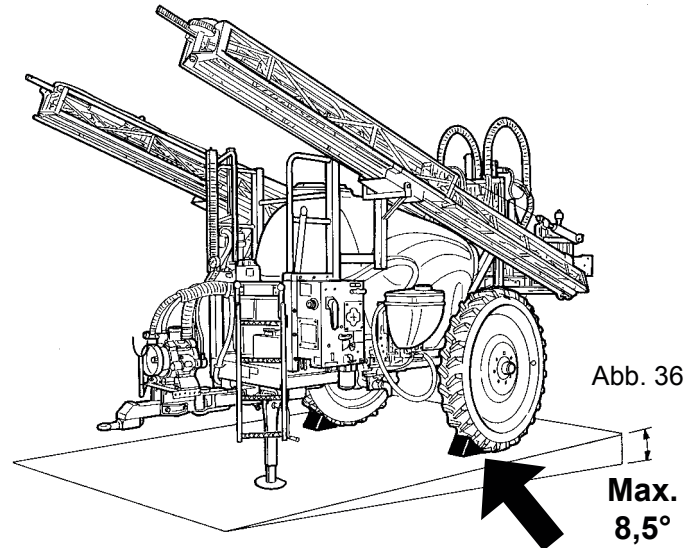

Abb. 36
- Maschine mit abfallender Deichsel geparkt (max. $8,5^\circ$); positionieren Sie die Leisten vor den Rädern (Abb. 36).